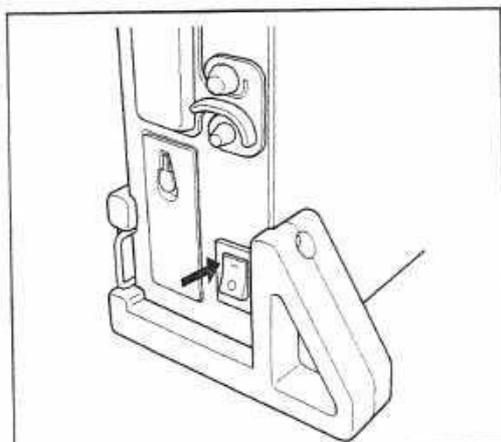

図 3.18
1. MX 本体の電源スイッチの「|」側を押し、パネルの「POWER」が点灯し、電源が入ることを確認します (図 3.18 参照)。